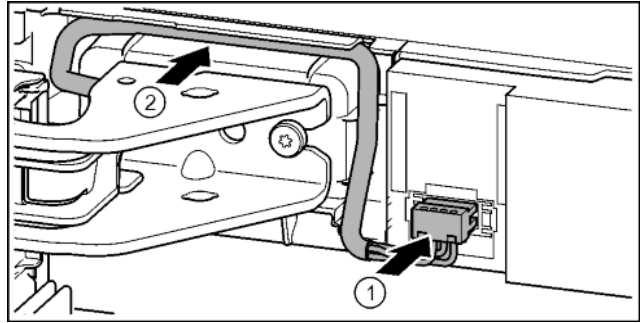

Fig. 37
- ▶ Pattintsa be a dugót a felső csapágybak felett, és óvatosan helyezze a csatornába a kábelpárhuzamot. Fig. 37 (1)
- ▶ A szürke kábelt óvatosan helyezze be a felső csapágybak feletti vezetősínbe. Fig. 37 (2)